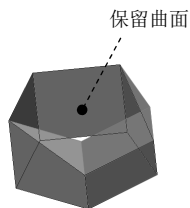

图 6.7.4 定义保留曲面（一）
Step5. 定义保留曲面。在“剪裁曲面”对话框的 **选择(S)** 区域中选中 ☒ **保留选择(K)** 单选项；选取如图 6.7.4 所示的曲面为保留曲面，其他参数采用系统默认设置值。